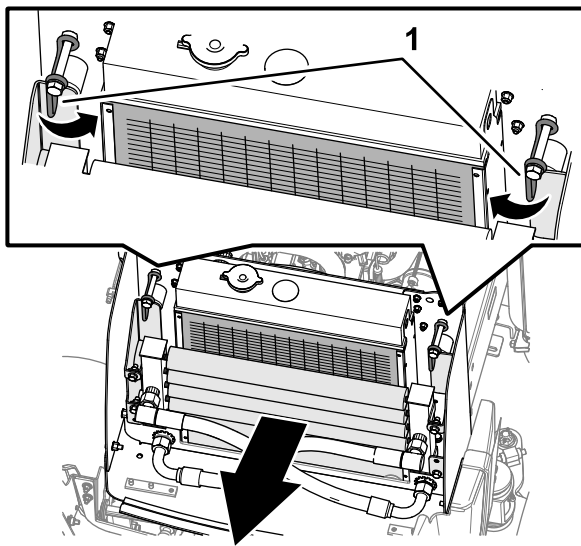
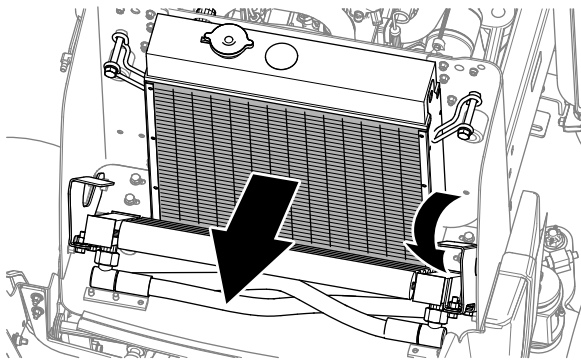

Figura 78
Figura 79
6. Pulite il refrigeratore dell'olio con aria compressa a bassa pressione (3,45 bar) (Figura 78).
7. Ruotate i fermi del refrigeratore dell'olio verso l'interno e orientate il refrigeratore dell'olio (Figura 78 e Figura 79).
8. Lavorando dal lato ventola del radiatore, spingete fuori i detriti con aria compressa a bassa pressione (3,45 bar) (Figura 79). Ripetete questa operazione nella parte anteriore del radiatore e di nuovo dal lato ventola. Pulite accuratamente entrambi i lati del refrigeratore dell'olio.